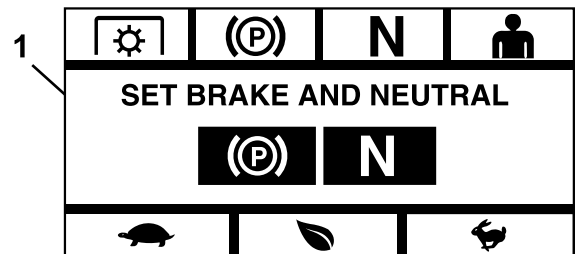

Bild 14
**Hinweis:** Durch Lösen der Feststellbremse oder Bewegen der Fahrtriebshebel aus der ARRETIERTEN NEUTRAL-Stellung zu einem beliebigen Zeitpunkt wird der Vorgang abgebrochen und Sie werden aufgefordert, die Feststellbremse anzuziehen und die Fahrtriebshebel in die ARRETIERTE NEUTRAL-Stellung (Bild 14) zu bewegen.